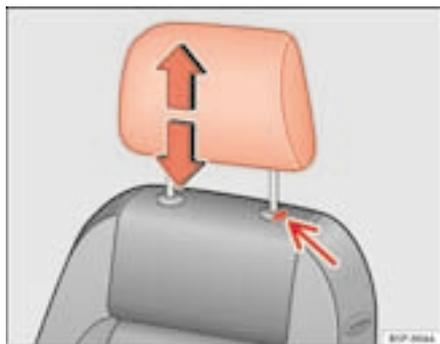

Fig. 73 Regulação ou desmontagem dos encostos de cabeça
- Premir o botão ⇒ fig. 73 (seta).